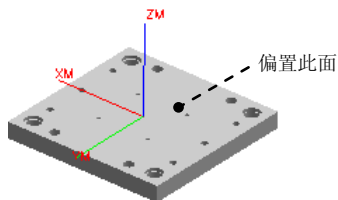

图 6.7.1 机床坐标系
Step3. 单击“CSYS”对话框  操控器 区域中的“点对话框”按钮 , 在“点”对话框的  XC 文本框中输入值 -200.0, 在  YC 文本框中输入值 200.0, 在  ZC 文本框中输入值 0.0, 单击  确定 按钮, 然后以 YM 轴为轴线旋转 180° , 结果如图 6.7.1 所示, 单击“CSYS”对话框中的  确定 按钮, 返回到“Mill Orient”对话框。
Step4. 在“Mill Orient”对话框  安全设置 区域的  安全设置选项 下拉列表中选择  平面 选项, 单击  按钮, 然后选取图 6.7.1 所示的模型表面为偏置平面, 在“平面构造器”对话框  偏置 文本框中输入值 10.0, 单击“平面构造器”对话框中的  确定 按钮, 完成安全平面的创建。